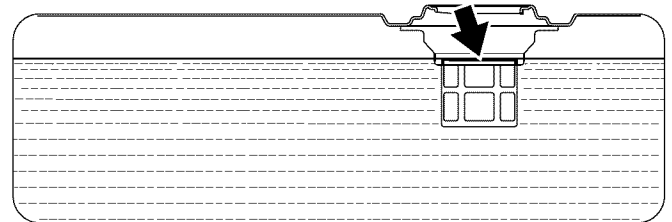

Figura 20 – Nivel máximo de carga de gasolina
6. Agregue gasolina lentamente dentro del depósito de combustible. Tenga mucho cuidado de no llenar el depósito en exceso. El nivel de gasolina NO debe superar la base del cuello de llenado (vea la Figura 20).